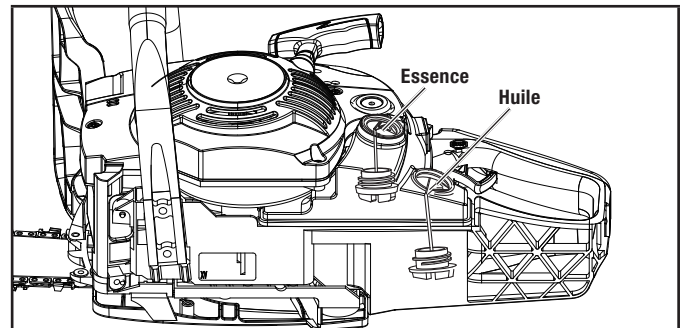

Figure 2
2. Retirez le bouchon du réservoir (Fig. 2).